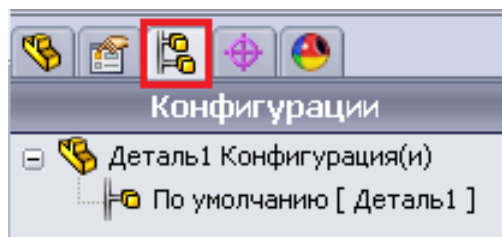

Рисунок 5.2 – Конфігурація за замовчуванням
1. Відкриваємо «Менеджер конфігурацій». «Дерево конструювання» зникне, а на його місці з'явиться вікно «Менеджера конфігурацій». Вихідна конфігурація деталі буде називатися за замовчуванням [Деталь 1] (рис. 5.2).